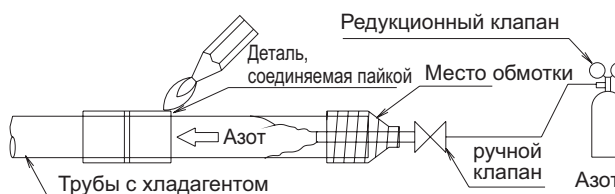

Рис. 14
- При пайке труб с хладагентом, сначала сделайте замещение азотом, или выполните пайку (Прим. 2), подавая азот в трубы с хладагентом (Прим. 1), затем подсоедините внутренний блок с помощью соединений раструбом. (См. Рис. 14)